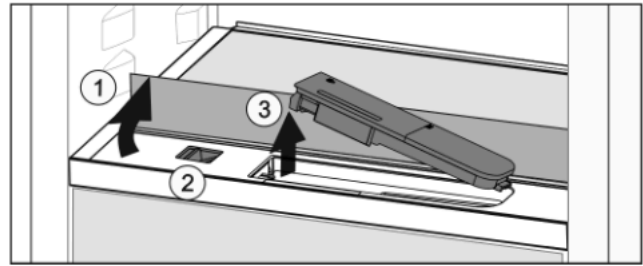

Fig. 54
- ▶ Sollevare il ripiano di vetro e ribaltarlo all'indietro fino all'arresto Fig. 54 (1).
- ▶ Spostare il cursore Fig. 54 (2) a sinistra.
- ▶ Rimuovere il serbatoio dell'acqua Fig. 54 (3).